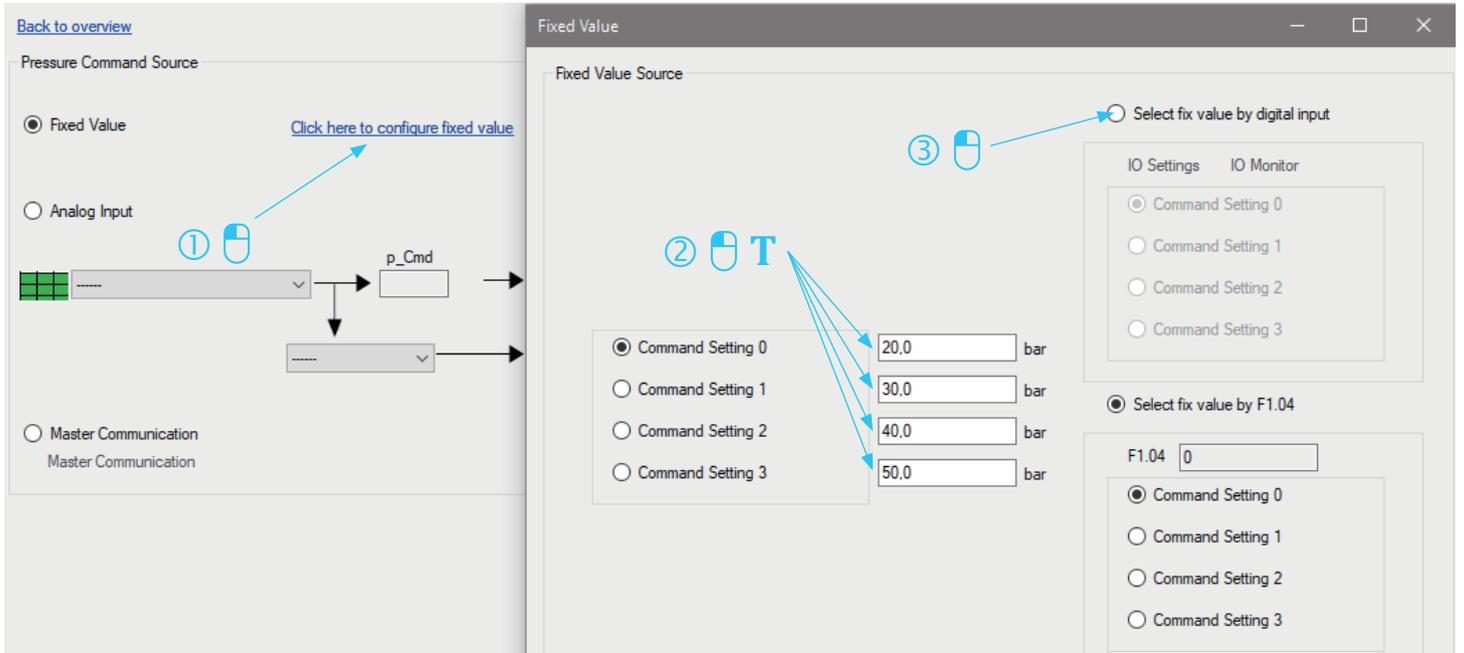

图 26: 可切换压力给定 2/2
- 然后，在“通过数字输入选择固定值”处单击选中（请参见图 26: 可切换压力给定 2/2）。